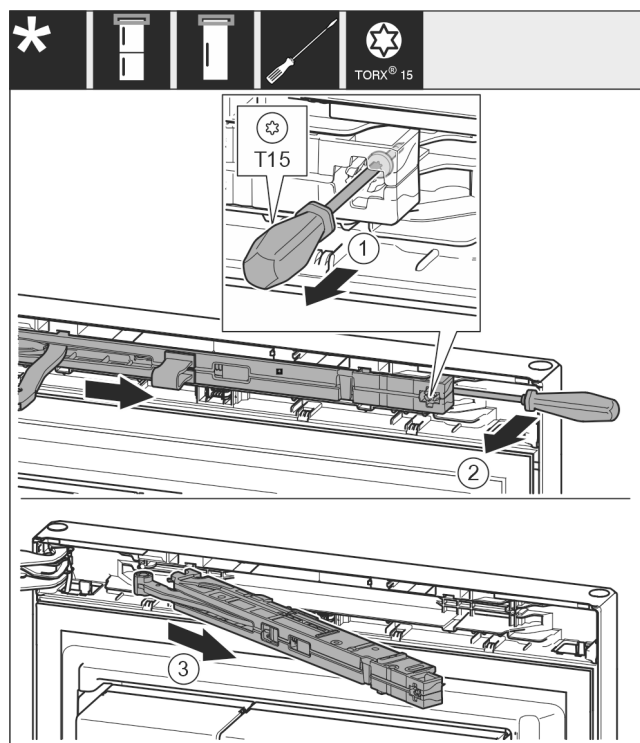

Fig. 14
- ▶ 用螺丝刀将关门阻尼单元上的螺钉 Fig. 14 (1)松开 14 mm。
- ▶ 用螺丝刀在手柄侧向前推动关门阻尼单元 Fig. 14 (2)。
- ▶ 拉出关门阻尼单元 Fig. 14 (3)。